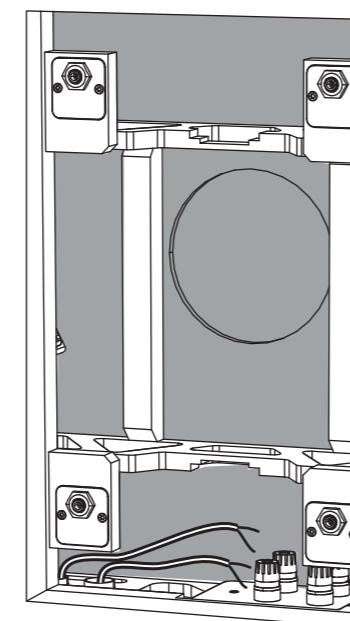

图7. 从孔中移除干墙
4. 石膏板安装后, 使用合适的手动工具小心地在石膏板上切出孔, 使用后罐中的孔作为导向 (图7)。小心不要在后盖开口内部切割, 或切割扬声器线。确保石膏板孔径不大于后罐的孔径。清除后罐内的所有灰尘或碎屑。